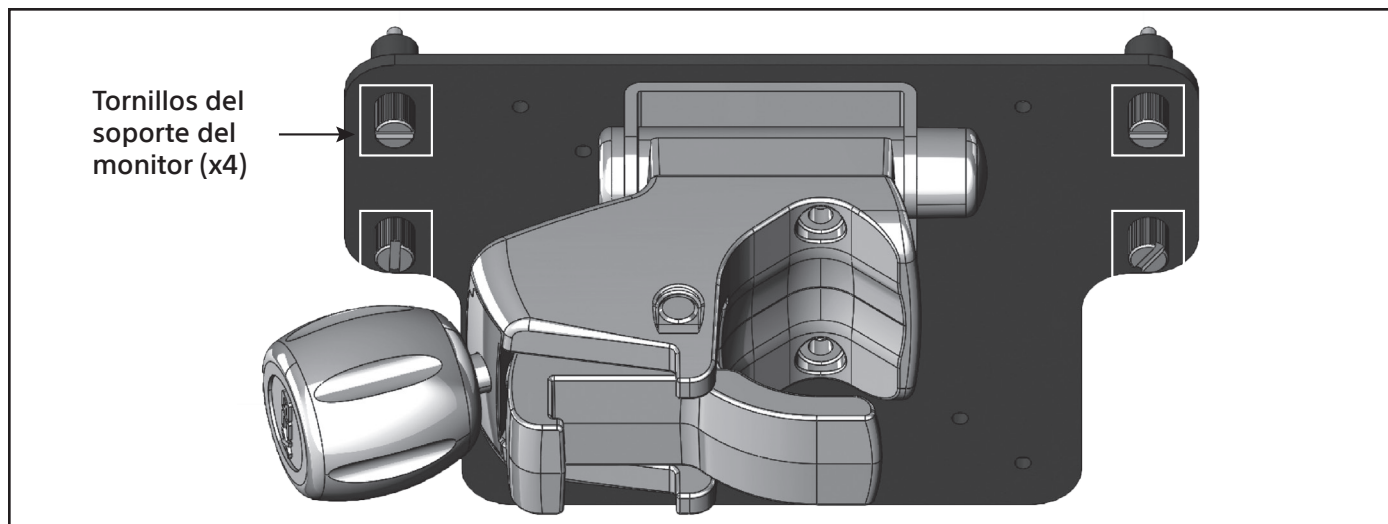
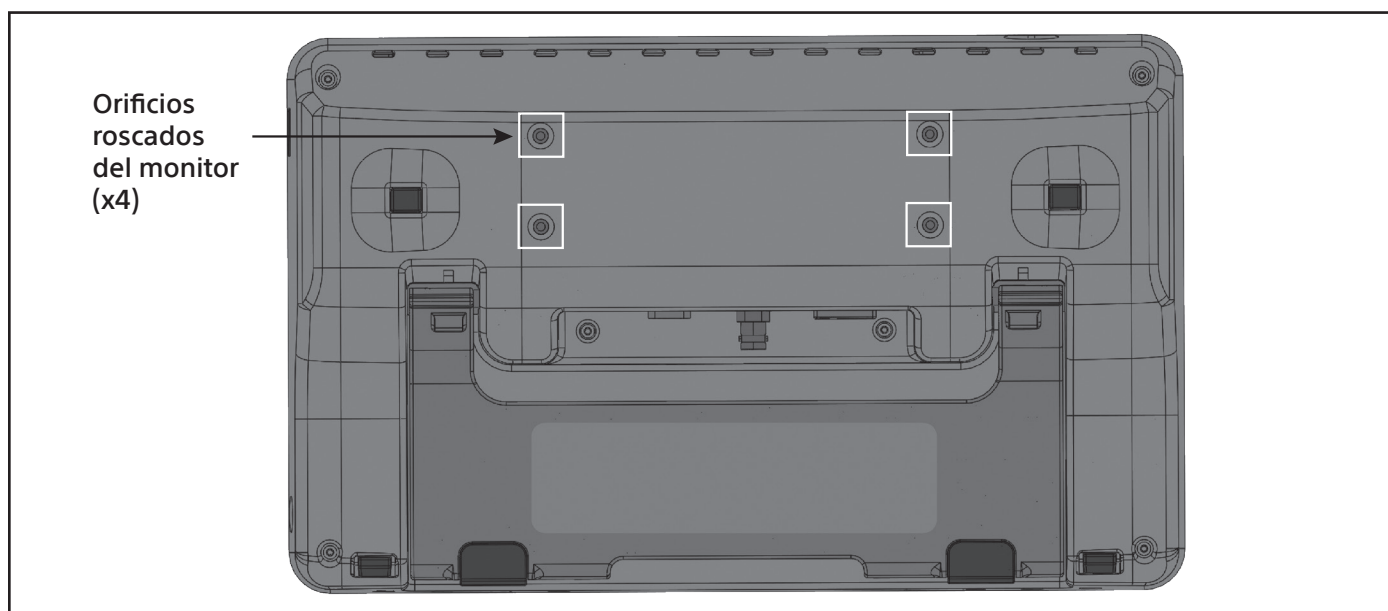

Figura 12. Alinear los tornillos del soporte del monitor
Figura 13. Orificios roscados del monitor
3. Alinee los tornillos del soporte del monitor (Figura 12) con los orificios roscados en la parte posterior del Monitor EXALT (Figura 13).